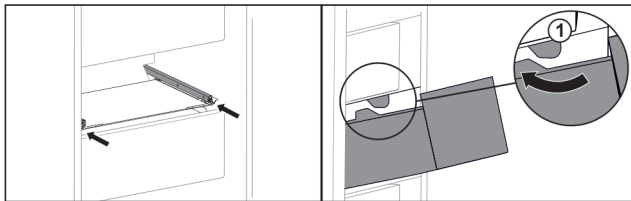

Fig. 125
- ▶ Guider le tiroir en contournant les butées Fig. 125 (1).